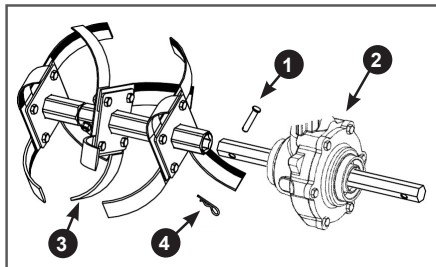

Рис. 18. Установка правой фрезы на вал редуктора
7. Установите фрезу 3 в сборе на выходной вал редуктора 2, совместите отверстия в вале и оси фрезы и вставьте палец 1. Зафиксируйте палец шплинтом 4 (Рис. 18).